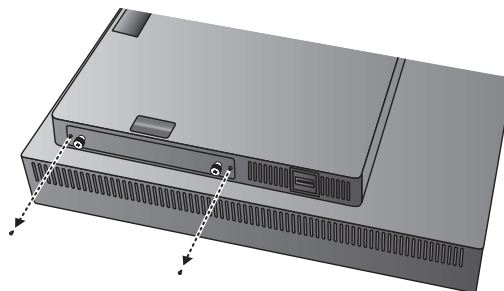

Figura G.2
3. Extraiga los tornillos exteriores (**figura G.2**).